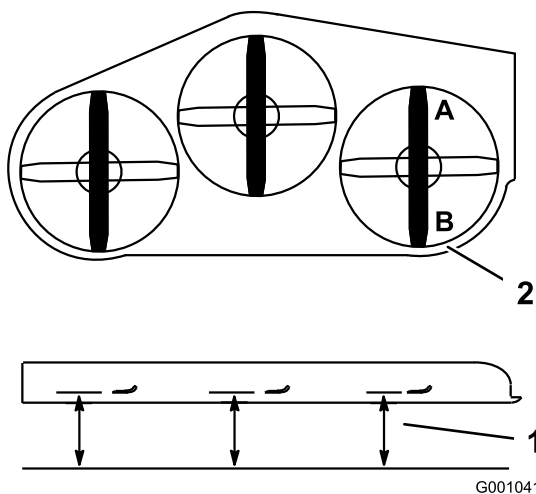

Bild 85
2. Stellen Sie 1 Messer in Längsrichtung. Messen Sie an den Stellen **A** und **B** von einer ebenen Oberfläche bis zur Schnittkante der Messerspitzen (**Bild 85**).